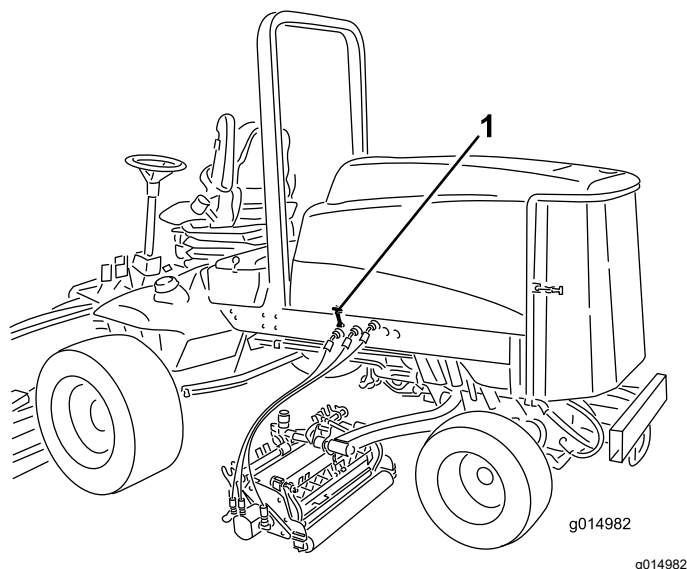

Figura 63
1. Desenganche los cierres del capó (Figura 63) y abra el capó.